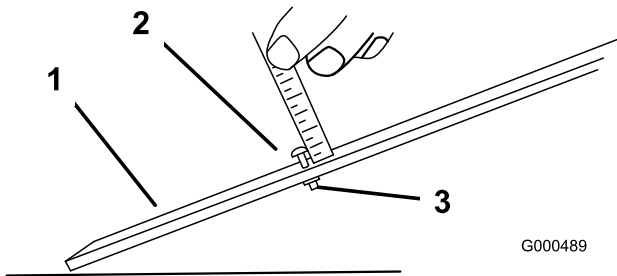

Figure 55
- Desserrez l'écrou du gabarit (Figure 55) et tournez la vis de réglage de manière à obtenir la hauteur de coupe voulue. L'écartement entre la base de la tête de la vis et la face du gabarit correspond à la hauteur de coupe.